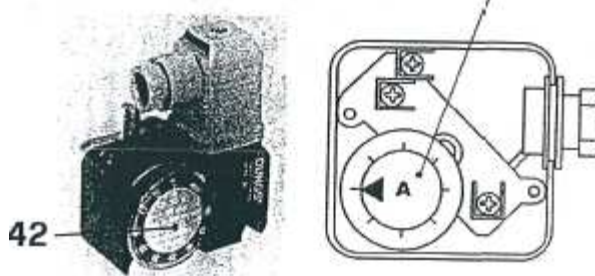

Рис. 15
ГАЗОВЫЙ ПРЕСОСТАТ (42) (Рис. 15)